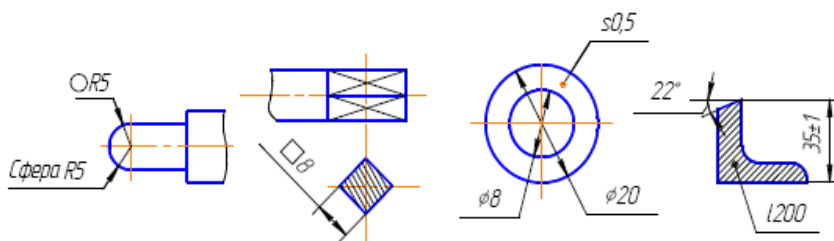

Рис. 11.
20. В случаях, если на чертеже трудно отличить сферу от других поверхностей, наносят слово «Сфера» или знак \circ (рис. 11). Диаметр знака сферы \circ равен размеру размерных чисел на чертеже.
21. Размер квадрата наносят, как показано на рис. 11. Высота знака равна высоте размерных чисел на чертеже.
22. Если чертеж содержит одно изображение детали, то размер ее толщины или длины наносят, как показано на рис. 11.
25. При нанесении размера диаметра окружности знак \varnothing является дополнительным средством для пояснения формы предмета или его элементов, представляющих собой поверхность вращения. Этот знак проставляется перед размерным числом диаметра во всех случаях (рис. 11).